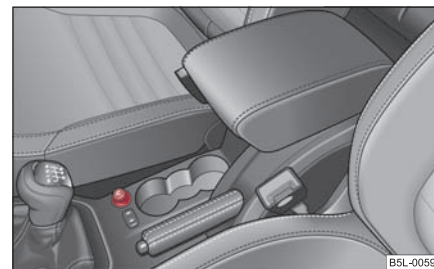

Fig. 119 Consola centrală: Bricheta
- Apăsați capătul brichetei înăuntru ⇒ fig. 119.